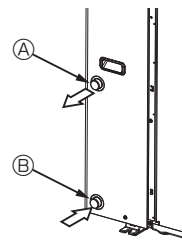

Fig. 4-1
### 4.1. Ūdens cauruļu savienojums (Fig. 4-1)
- Ieplūdes un izplūdes cauruļu pozīcija ir attēlota Fig. 4-1.
[Fig. 4-1]